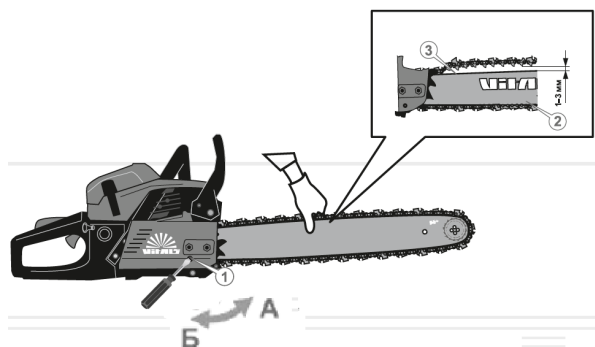

Рисунок 8. Схема перевірки натягу ланцюга.
3. Виміряти зазор між напрямною ланцюга (3, рис. 8) та різальним ланцюгом (2, рис. 8). Зазор має бути в межах 1–3 мм, а сам ланцюг має легко рухатися від руки уздовж паза шини.
5.1.6.2 Регулювання натягнення ланцюга (рис. 8).
3. Для зміни натягу ланцюга плавно повернути викруткою гвинт регулювання (1, рис. 8) у напрямку стрілки «А» або «Б» (рис. 8), щоб послабити або натягнути ланцюг. Під час обертання гвинта штифт натягу ланцюга рухається в пазу притискної кришки, тягнучи за собою шину та ланцюг.